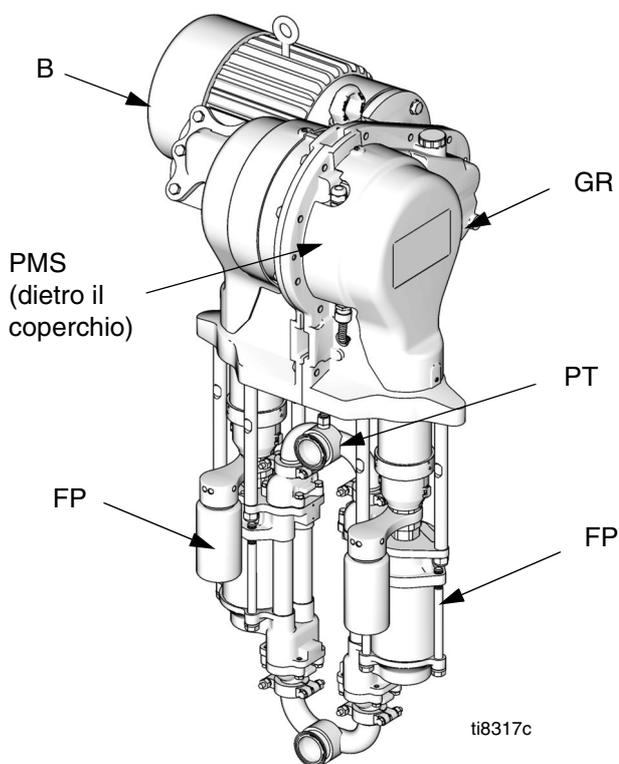
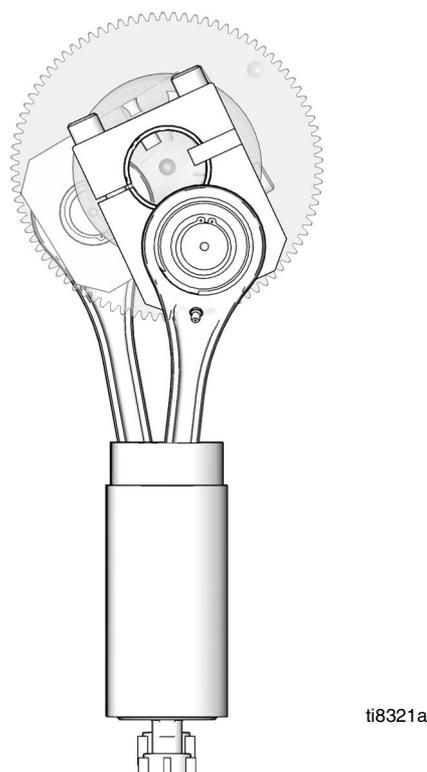

FIG. 1. Pompa circolazione elettrica
FIG. 2. Sezione che illustra le posizioni di corsa sfasata
Un motore elettrico (B) fornisce l'ingresso al riduttore ad ingranaggi 75:1 (GR), che aziona le due pompe per fluido (FP) Vedere la FIG. 1. Le posizioni di corsa delle due pompe sono sfasate, per ottenere una portata elevata dal gruppo pompa. Vedere FIG. 2.